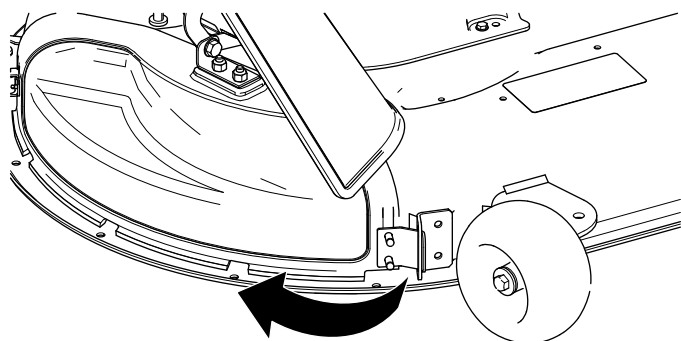

Рисунок 15
4. Наклоните крышку выброса назад и в сторону деки так, чтобы она была совмещена с декой газонокосилки (Рисунок 15).